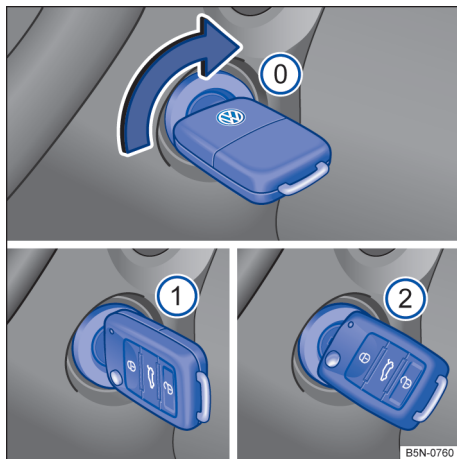

Fig. 79 Ao lado do volante, à direita: posições da chave do veículo no cilindro da ignição.
Posições da chave do veículo → Fig. 79
| 4. | Girar a chave do veículo no cilindro da ignição para a posição → Fig. 79 ① para ligar a ignição. Nesse instante a luz de controle do sistema de partida aquecida ☹️ irá se acender no instrumento combinado. | |
| 6. | Girar a chave do veículo no cilindro da ignição para a posição → Fig. 79 ② para dar partida no motor – não acelerar. Caso a etapa 5 não seja respeitada, a luz de controle ☹️ irá piscar indicando a necessidade de interromper o procedimento de partida e repeti-lo após retornar a chave para a posição → Fig. 79 ③ e aguardar aproximadamente 10 segundos. | |
| 5. | Girar a chave do veículo no cilindro da ignição para a posição → Fig. 79 ①. | |